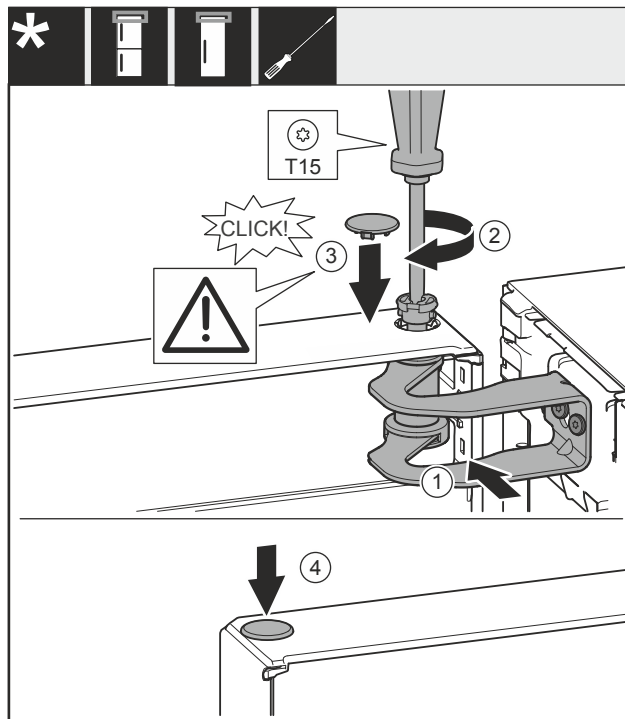

Fig. 22
- Wyrównać drzwi względem otworu w płytce zawiasu Fig. 22 (1).
- Założyć sworzeń Fig. 22 (2) i dokręcić śrubokrętem.
- Założyć osłonę Fig. 22 (3).
- Sprawdzić, czy osłona Fig. 22 (3) przylega do drzwi.
- Założyć osłonę Fig. 22 (4).